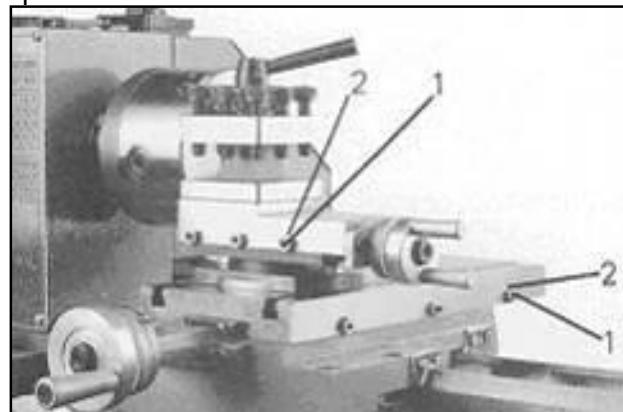

Рис.31
Оба суппорта оборудованы регулировочными планками и могут быть установлены посредством винтов (1, Рис.31) и контргаек (2) без зазора.